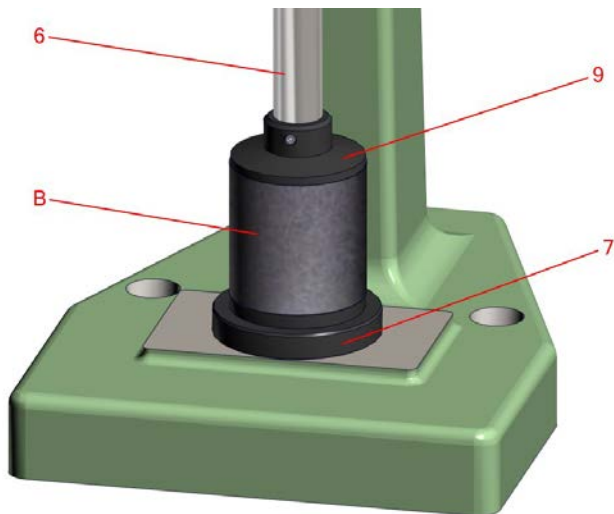
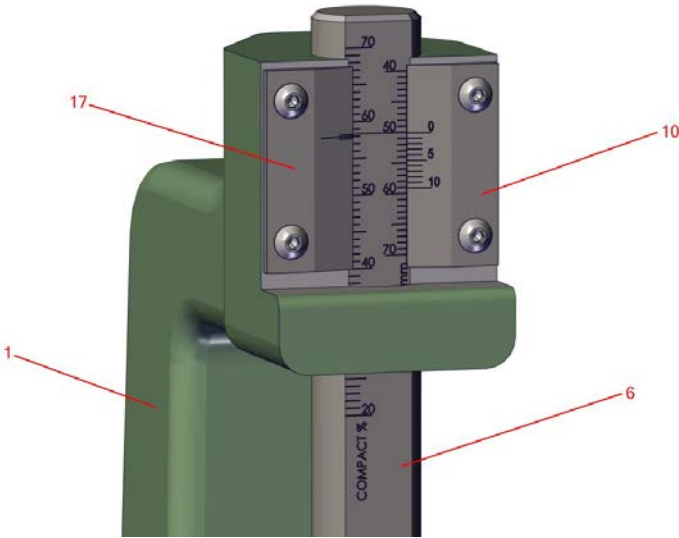

图5：显示了标准钢筒（第B项）插在型砂制样锤上的压脚（第9项）与试样管底座（第7项）之间。
图6：显示了通过50 mm公制标准钢筒确认公制型砂制样锤的游标刻度完全对准。
1. 将底座（图5第7项）插入到型砂制样锤框架基座上的底座支架（图1第A项）上。
2. 将[校准套件中提供的]2” x 2”（AFS）或50 mm x 50 mm（公制）标准钢筒（图5第B项）置于底座（图5第7项）上。
3. 旋转辅助凸轮（图1第2项），使阀杆（图1第6项）和压脚（图1第9项）下降到标准钢筒（图5第B项）上。检查压脚是否与标准钢筒的上表面接触，如下图5所示。
4. 右测试样高度游标（图2或图3第10项）的零点应指向试样高度刻度的2”（AFS）或50 mm（公制）线。2”（AFS）或50 mm（公制）线还应与左侧2”（AFS）或50 mm（公制）游标（图2或图3第17项）的2”（AFS）或50 mm（公制）公差标记对齐，如图6所示。如果情况不是这样，确保压脚（图5第9项）完全拧紧到阀杆中。请勿调整游标刻度（图1第17项和第10项），因为这些刻度是制造商半永久固定的。如果各种方法（包括清理型砂或碎屑）都不能解决问题，请立即联系Simpson寻求进一步的技术支持。